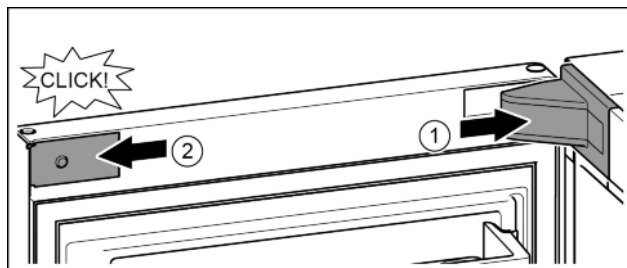

Fig. 17
- Крышку опорного кронштейна установить и зафиксировать, при необходимости, осторожно разжать. Fig. 17 (1)
- Установить сбоку накладку и зафиксировать. Fig. 17 (2)